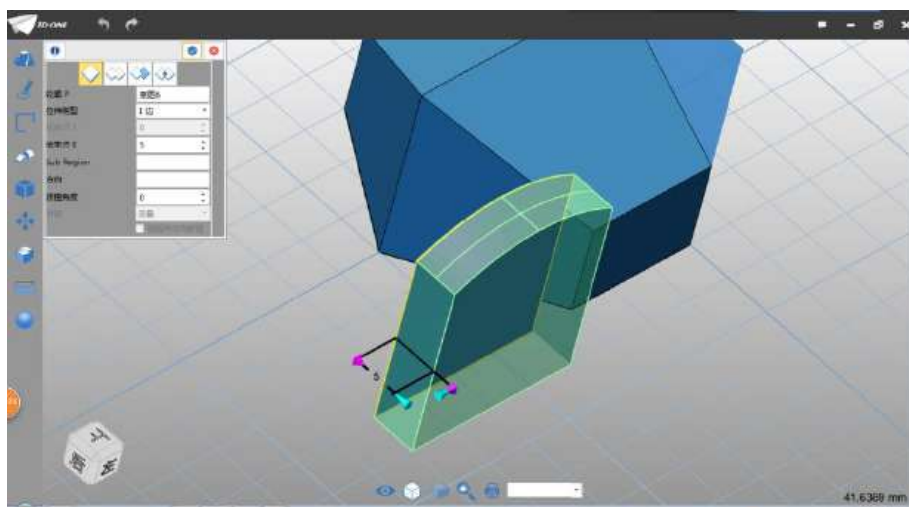

图 1-10
Step 10 选择拉伸命令 ，结束点设为 5，完成拉伸，如下图 1-10 所示：